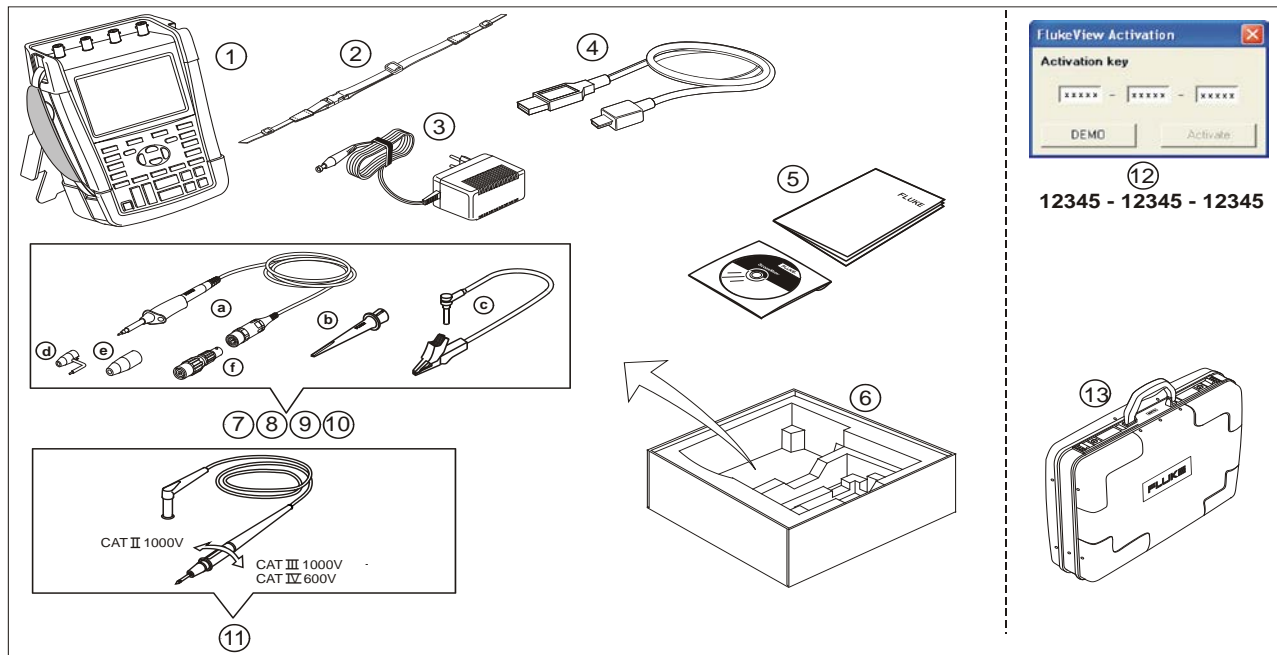

Figure 1. Kit outil de diagnostic ScopeMeter industriel
3	Adaptateur secteur (en fonction du pays, peut être différent du modèle de la Figure 1.)
- Ne connectez jamais le ressort de masse (Figure 1, article d) à des tensions supérieures à 42 V crête (30 Vrms) par rapport à la terre.
- Lorsque vous utilisez le cordon de référence de mise à la terre avec une des sondes, assurez-vous que le manchon isolant noir (Figure 1, article. 10e) est placé sur la pointe de sonde.